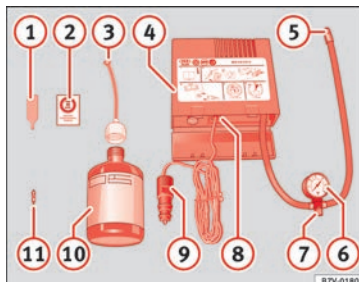

Bild 96 Standardtyp: innehåll i däckreparationssatsen
Däckreparationssatsen förvaras under lastgolvet i bagageutrymmet. Satsen består av följande delar » **bild 96**:
Skruva fast påfyllningsslangen » bild 96 ⑤ igen och kontrollera däcktrycket på mätaren ⑥.